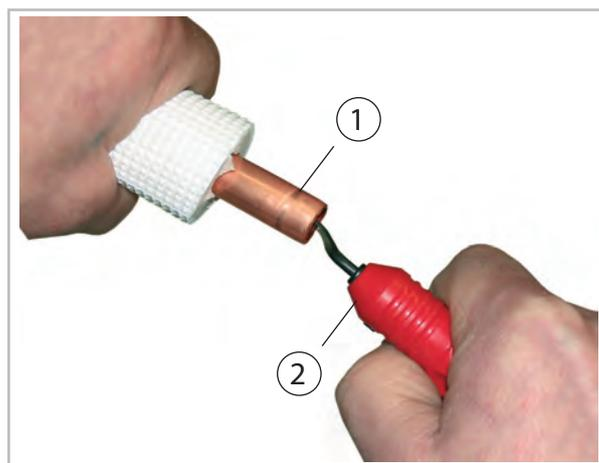
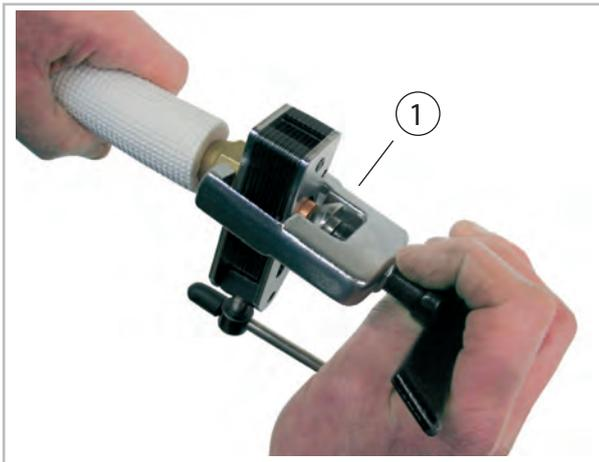

Abb. 29: Entgraten der Kältemittelleitung
Abb. 30: Bördeln der Kältemittelleitung
8. ➤ Bearbeiten Sie die verlegten Kältemittelleitungen wie im Folgenden dargestellt (Abb. 29 und Abb. 30).